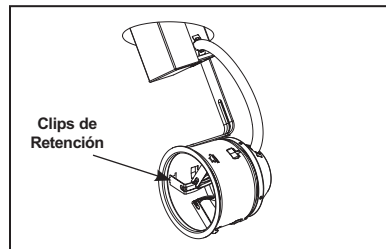

Figura 3
Paso 4. Presione la carcassa a través de la abertura en el techo hasta que esté a ras con el techo (Figura 3). Presione los clips de retención hacia afuera hasta que se traben en su lugar. Nota: Para quitar la carcassa del techo, presione la pestaña en el clip hacia arriba para destrabar.